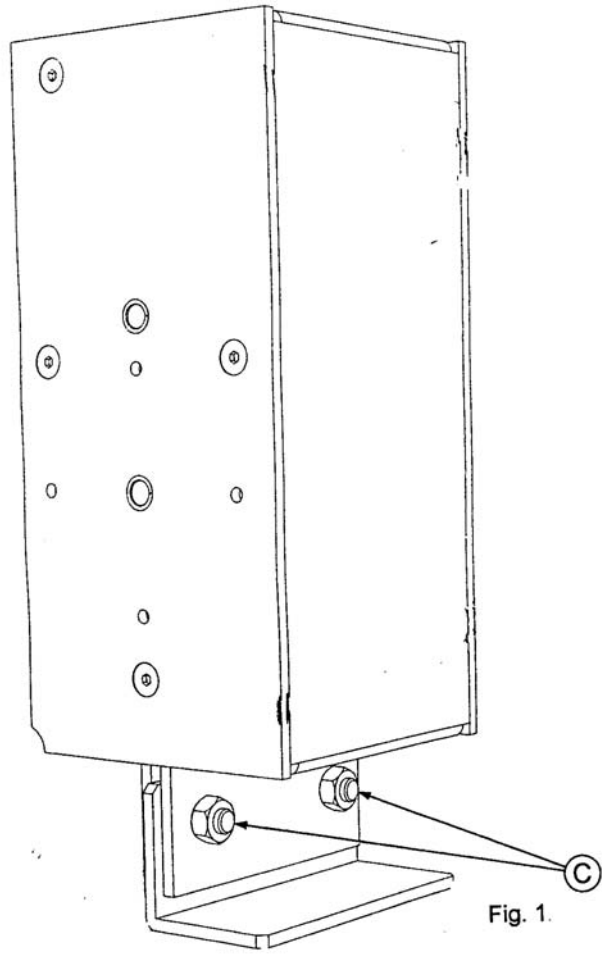

Fig. 1.
- A. Boltene C demonteres fig.1 på loddet og Braky®-C 2000 åbnes. Vinkelprofilen D monteres på loddet F (eventuelt monteret fra portleverandøren)